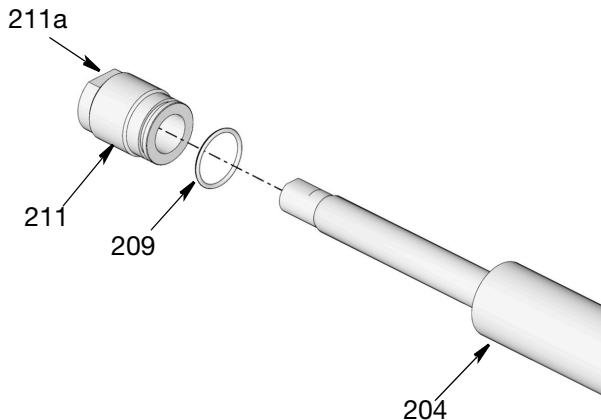

図 43
15. O リング (209) にグリースの薄い層を塗布し、シールリテーナー (211) の周りに取り付けます (図 43)。
16. シールリテーナー (211) をポンプシリンダー (204) にネジ止めします。図 43 に示すように、シールの端がポンプシリンダーの内側に来るようにします。ナット (211a) にレンチを使い、アダプタナットをしっかりと締め付けます。18~22 ft-lb (24~30 N•m) のトルクで締めます。